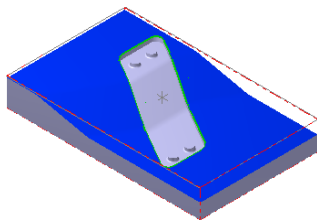

图 14.16 选取加工面
Step1. 选择加工方法。选择下拉菜单 **刀具路径 (T) → 曲面精加工 (F) → 精加工平行铣削 (F)...** 命令。
(1) 选取加工面。在图形区中选取图 14.16 所示的面（共 8 个面），然后按 Enter 键，系统弹出“刀具路径的曲面选取”对话框。